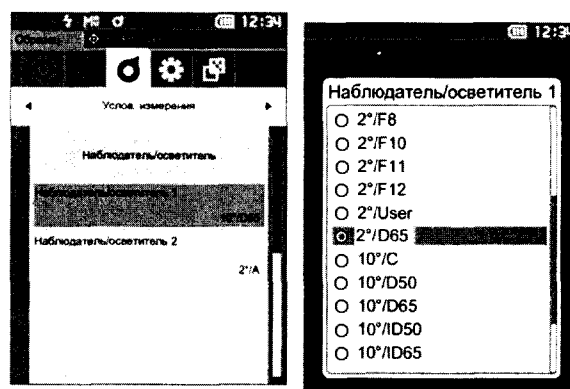

Рисунок 21
8.2.4.3 Нажмите клавишу «ESC», чтобы перейти на экран «Услов. Измерения». Выберите пункт «Наблюдатель/осветитель» клавишами «▲» или «▼», затем нажмите клавишу «Подтверждение». Откроется экран «Наблюдатель/осветитель». Затем выберите пункт «Наблюдатель/осветитель 1», наведите курсор на пункт «2°/D65» (угол наблюдателя 2° (CIE 1931)), стандартный осветитель D₆₅ (дневной свет, цветовая температура 6504 K) (рисунок 21).